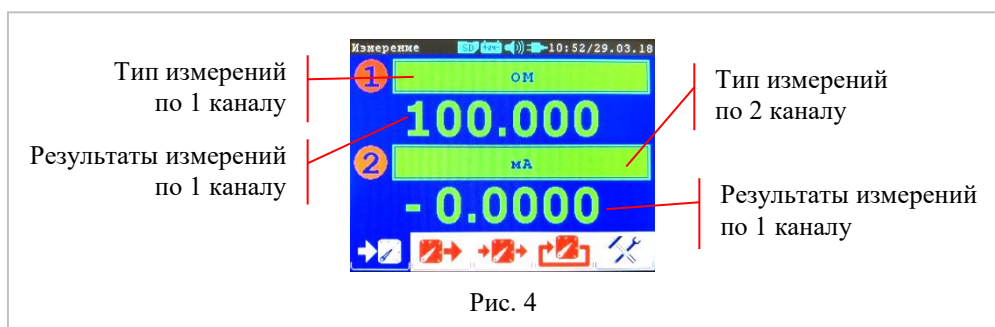

Рис. 4
4.1.2 Вкладка «Измерение», рис. 4